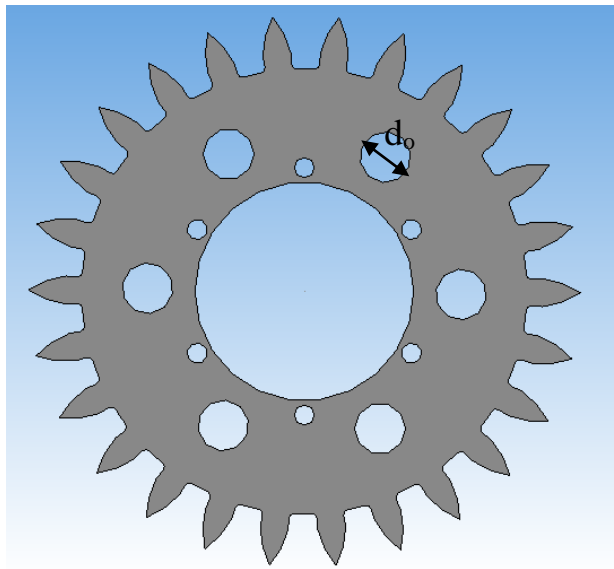

Рисунок 1.2 – Диаметр отверстий, d_o
- диаметр отверстий, d_o (рисунок 1.2);